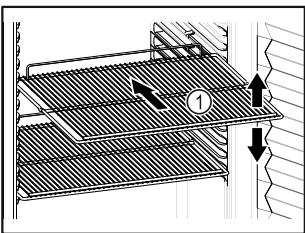

Fig. 84 Przykładowa prezentacja
- Jeśli ruszty do składowania Fig. 84 (1) są ruchome, należy je ustawić odpowiednio do wysokości.